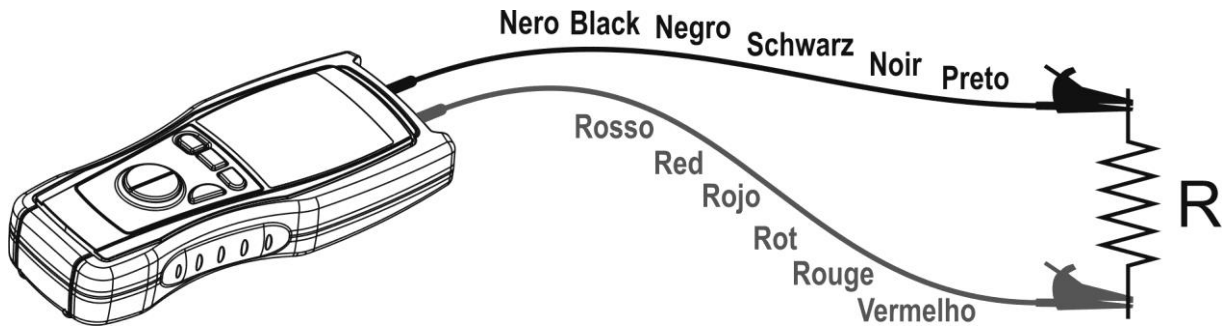

Fig. 4 : Connexion des bornes de l'instrument sous test  $\Omega$
5. Positionner les embouts sur les points désirés du circuit sous test (voir Fig. 4).